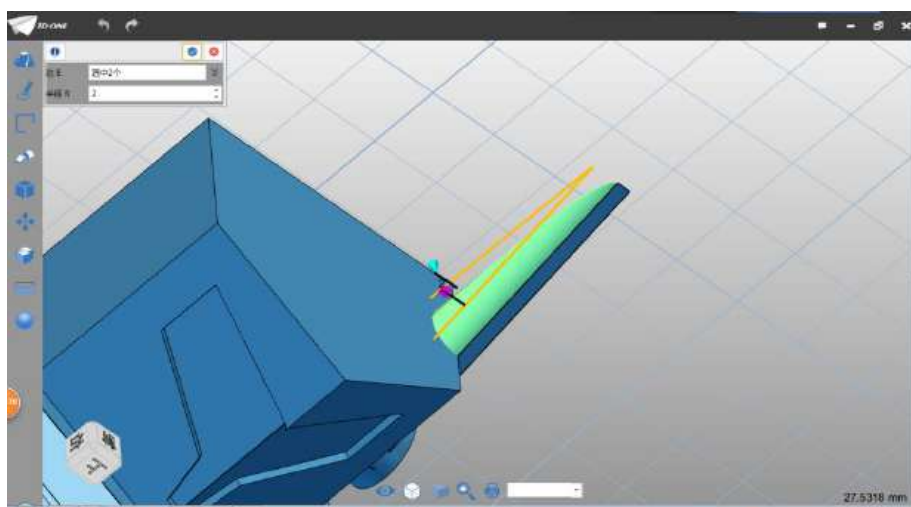

图 2-22
Step 22 选择圆角命令，半径设为 2，边线选择如下图 2-22 所示的边线。